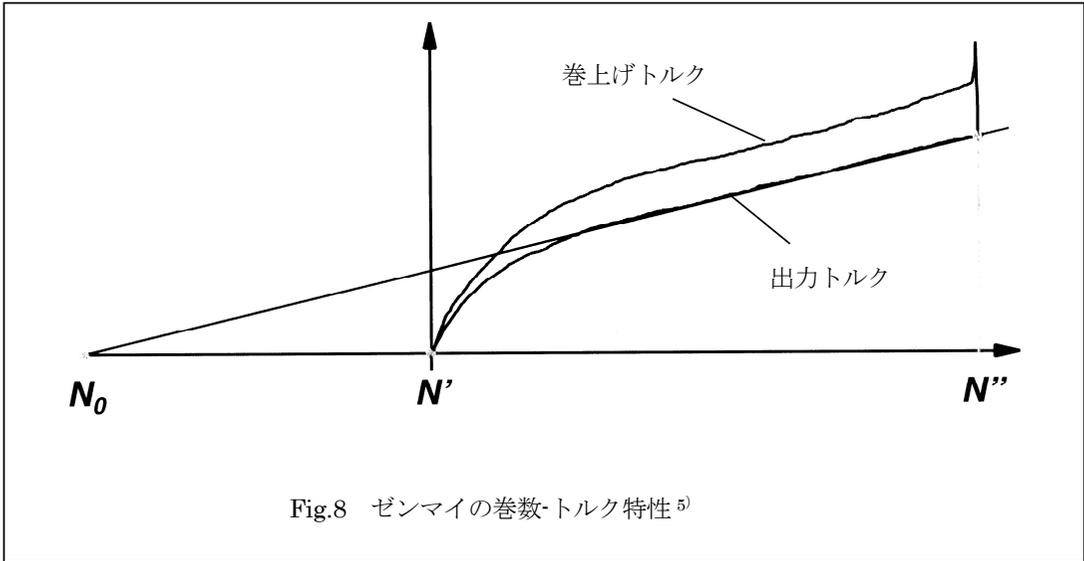

Fig.8 ゼンマイの巻数・トルク特性5)
機械式時計に用いられるゼンマイの巻数・出力トルクの特性は Fig.8 に示すように一定ではなく、巻き数が多くなるほど出力トルクが増加する。Fig.8 の各記号は、 $N_0$  : ゼンマイ自然状態での巻き数、 $N'$  : 香箱内で巻解けた状態での巻き数、 $N''$  : 香箱内で巻き締まった状態での巻き数である。香箱内に組み込まれたゼンマイの巻き数は  $N'' - N'$  巻きになる。時計を安定した精度で駆動するために用いることができるゼンマイの巻き数の範囲は、ゼンマイ出力トルクが Fig.8 の  $N_0$  (出力 0) と  $N''$  での出力トルク (出力 max) を結ぶ直線と重なる範囲内に限定される。その領域の最小値が表輪列を設定
そして③香箱車から減速輪列を介して角穴車に動力を伝える TRS 輪列への経路 (Fig.14~16 の TRS クラッチから角穴車に繋がる輪列) である。③の経路では、香箱車のゼンマイが解ける力で、自ら角穴車を巻き上げることになる。ゼンマイの巻き上げトルク (Fig.8 の上側の曲線) は出力トルク (Fig.8